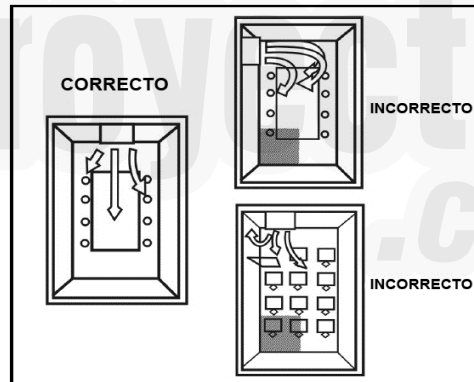

Imagen 6 - Posición de la evaporadora en el ambiente
- Instale la evaporadora donde quede libre de cualquier tipo de obstrucción de circulación de aire, tanto en la descarga como en el retorno. La posición debe permitir la circulación uniforme del aire en todo el ambiente; vea el ejemplo en la Imagen 6.